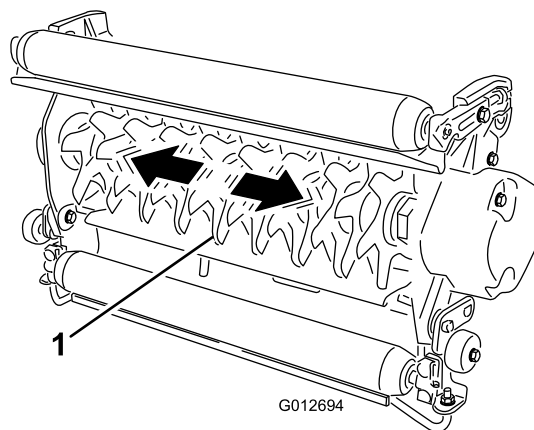

Figure 9
1. Immobilisez l'arbre du cylindre et essayez de déplacer le cylindre latéralement (Figure 9).